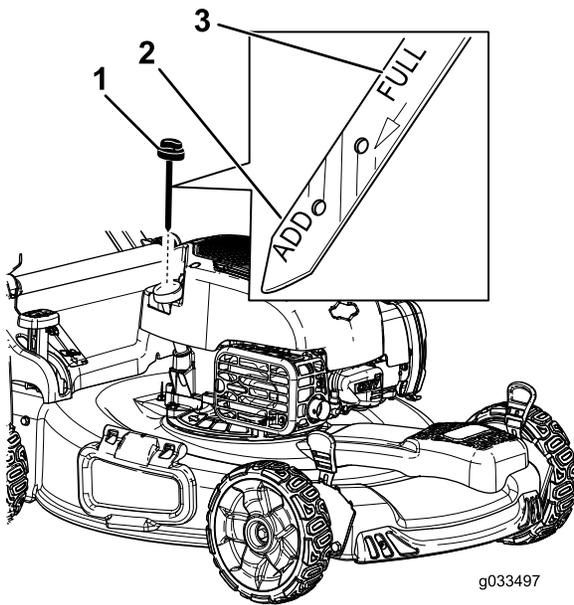

図 8
2. キャップを左に回してディップスティックを抜き取る 図 8。
6. ディップスティックの目印で油量を点検する 図 8。